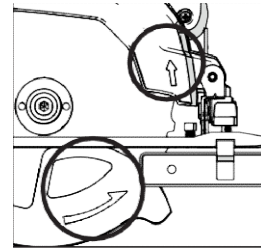

Рис. 6
- Убедитесь, что стрелки направления вращения на диске соответствуют стрелкам, изображенным на верхнем и нижнем ограждениях пильного диска. **(Рис. 6)**